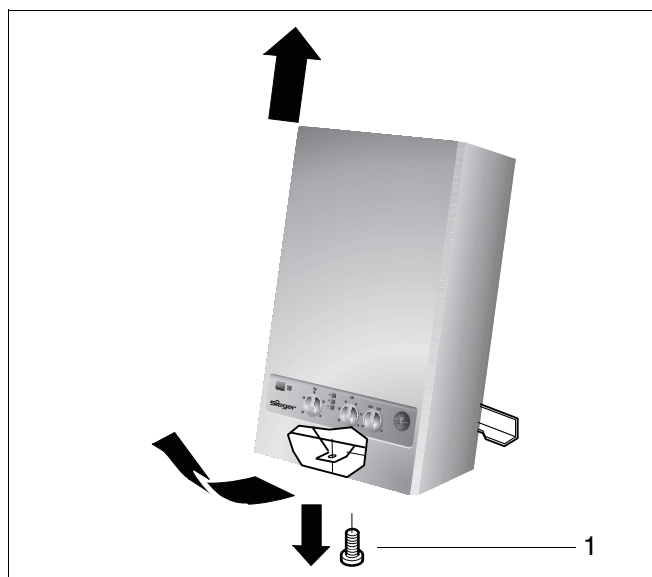

Abb. 6 Verkleidung abnehmen
- Halteschraube lösen (Abb. 6, Pos. 1).